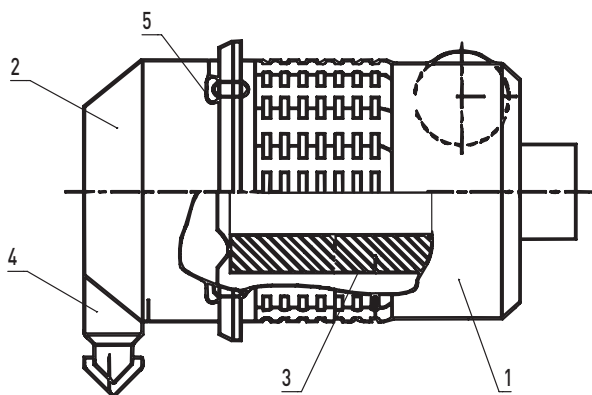

Рис. 6.7
1. Отщёлкните защёлки фильтра поз.5 Рис.6.7.
2. Снимите крышку поз.2 и выньте сменный элемент фильтра поз.3 Рис.6.7.
Для удаления пыли из воздушного фильтра резко сдавите рукой резиновый внешний клапан поз.4 Рис.6.7 несколько раз до тех пор, пока из него перестанет выходить пыль.